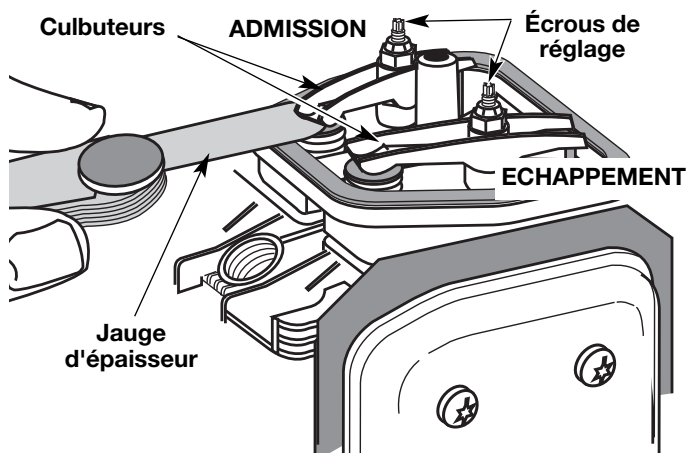

Fig. 26
- Le piston est au sommet de sa course lorsqu'on regarde par le trou de la bougie (Fig. 26)
8. Glissez la jauge d'épaisseur entre le culbuteur et le ressort de rappel de la soupape. Mesurez le jeu entre la tige de soupape et le culbuteur (Fig. 26 & 27). Faites-le pour les soupapes d'admission et d'échappement.